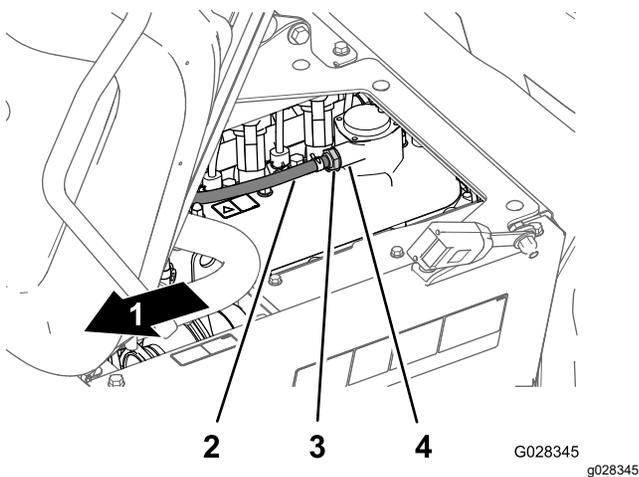

Figura 78
- Retire la válvula del sistema PCV del acoplamiento de la tapa de válvulas (Figura 78).
**Nota:** Si suena el limitador interno de la válvula, la válvula del sistema PCV está bien; si el limitador interno no está libre y no suena al sacudirse, sustituya la válvula (Figura 78).
4. Introduzca la válvula del sistema PCV hasta que quede correctamente asentada en la junta del acoplamiento de la tapa de válvulas (Figura 78).